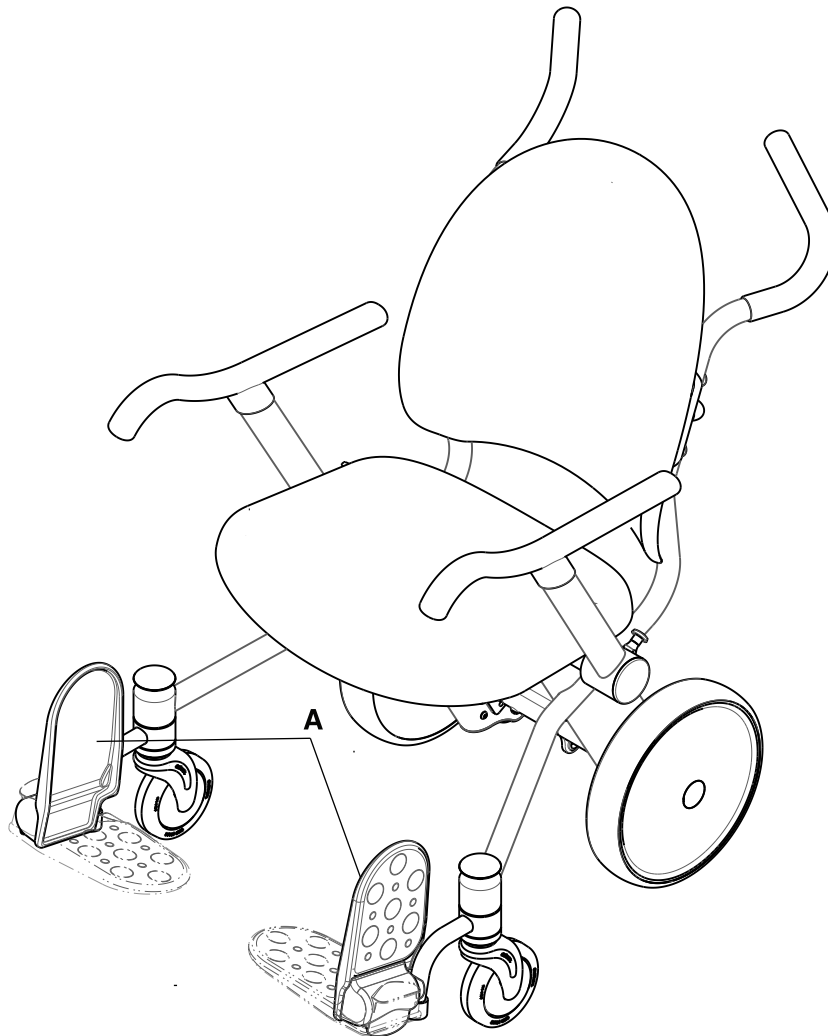

Figure 2-8 : Position repliée des repose-pieds relevables
2. S'assurer que les repose-pieds relevables remontent en position repliée (A) (Figure 2-8 à la page 2-18).